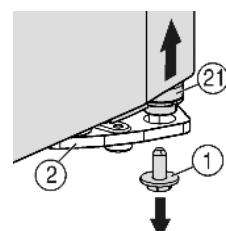
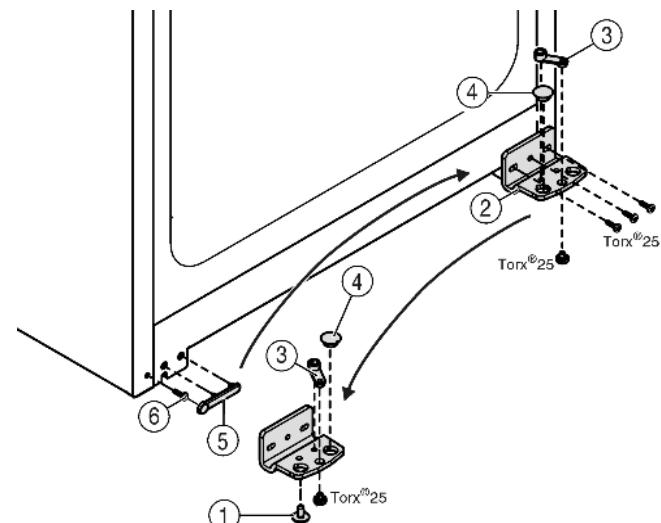

Fig. 4
Fig. 5
- Внизу справа на опорном кронштейне выкрутите фиксирующий винт Fig. 4 (1).
- Опорный палец Fig. 4 (21) можно извлечь из опорного кронштейна Fig. 5 (2).
- Сли установочный винт Fig. 4 (21) не откручивается, его можно вынуть, нажав на него снизу.
- Открутите опорный кронштейн Fig. 5 (2).
- Открутите опорную деталь Fig. 5 (3) и, переставив в отверстие на противоположной стороне опорного кронштейна, снова прикрутите.
- Извлеките заглушку Fig. 5 (4) из опорного кронштейна и переставьте ее в отверстие на противоположной стороне опорного кронштейна.
- Осторожно снимите крышку со стороны ручки Fig. 5 (5).
- Выкрутите болт Fig. 5 (6) и вкрутите на противоположной стороне.
- Снова установите крышку Fig. 5 (5).
- Снова прикрутите опорный кронштейн Fig. 5 (2) на новой стороне шарнира (**с моментом 4 Нм**). При необходимости используйте аккумуляторный шуруповерт.
- ▶ Вкрутите фиксирующий винт Fig. 4 (1) внизу в опорный палец и затяните (**с моментом 4 Нм**).